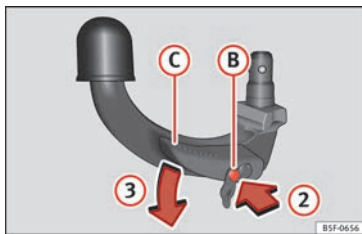

Fig. 180 Étape 2 :
- Appuyez sur la broche de déverrouillage (B) dans le sens de la flèche (2) et appuyez simultanément sur le levier (C) dans le sens de la flèche (3) jusqu'à la butée » fig. 180.